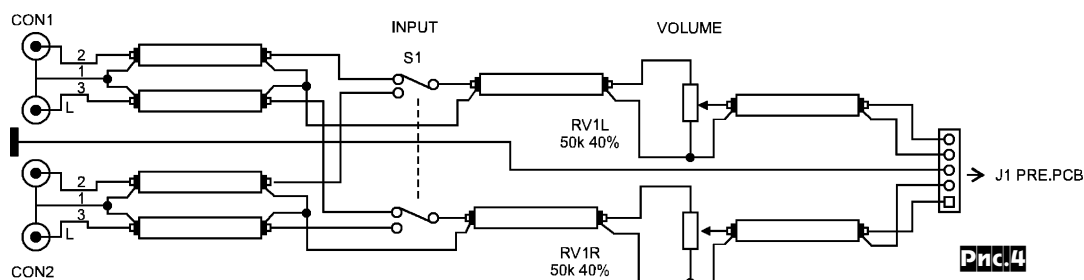

Рис.4
ческого смещения (R3LCE1L). В анодном выпрямителе на диодах D1-D4 и конденсаторах CE1, CE2 использован активный сглаживающий фильтр на мощном высоковольтном полевом транзисторе Q1. По сравнению с типичным решением на CLC-фильтре это позволяет не только уменьшить массогабариты и магнитные наводки, но и улучшить фильтрацию пульсаций (немаловажная характеристика для однотактника), а также как бонус простыми средствами интегрирующей цепочкой R1CE3 организовать медленное нарастание анодного напряжения при включении питания (катоды прямого накала разогреваются значительно быстрее, чем косвенного, поэтому дополнительное реле времени в данном случае не требуется). Схема разводки входных цепей усилителя с переключателем входов S1 и регулятором громкости RV1LRV1R приведена на рис.4. Выходная мощность усилителя 2 x 2,5 Вт («Elektronika Praktyczna» №1/2012, с. 18-24 *). *Примечание редакции «РХ».* Габаритная мощность сетевого трансформатора 100 Вт. Выходные трансформаторы можно собрать на железе ОСМ-0,1, толщина набора 25x40 мм. Первичная обмотка: слой 165 витков, провод 0,2, в изоляции 0,23 мм, секция 4 слоя 660 витков, обмотка 4 секции, всего 2640 витков. Вторичка для нагрузки 8 Ом - 3 секции по 130 витков (в секции 2 слоя по 65 витков) провод 0,55, в изоляции 0,6 мм; для нагрузки 16 Ом - 3 секции по 172 витка (в секции два слоя по 86 витков) провод 0,38, в изоляции 0,42 мм; для нагрузки 4 Ом - 3 секции по 86 витков провод 0,38, в изоляции 0,42 мм, в секции два слоя по 86 витков в параллель (т.е. вся обмотка 6 слоев по 86 витков в параллель). Последовательность намотки секций первичной (1) и вторичной (2) обмоток: 1-2-1-2-1-2-1, секции первичной обмотки соединять последовательно, вторичной - параллельно. Немagnetный зазор магнитопровода 0,1 мм.